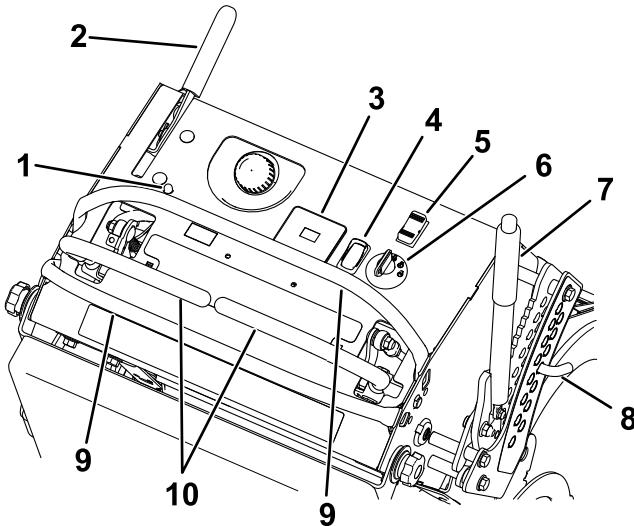

Figura 5
Si se detecta un problema o una avería en el sistema, se enciende el indicador de avería (IA) (Figura 5).
El acelerador controla la velocidad del motor, y tiene 3 posiciones: LENTO, Eco y RÁPIDO (Figura 5).